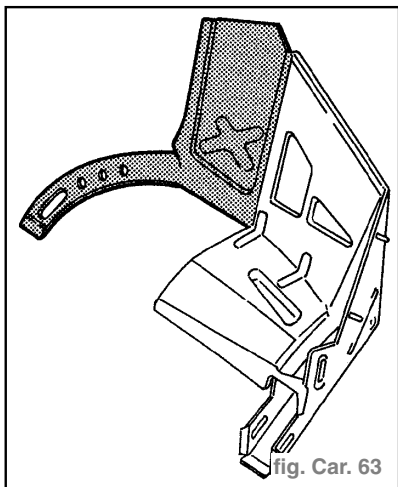

fig. Car. 63
- Découper l'élément de rechange et enlever la partie mise en évidence dans la figure. (fig. Car. 63)